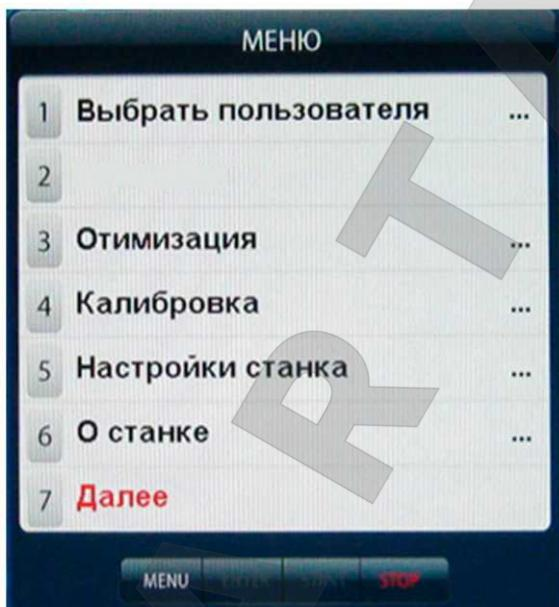
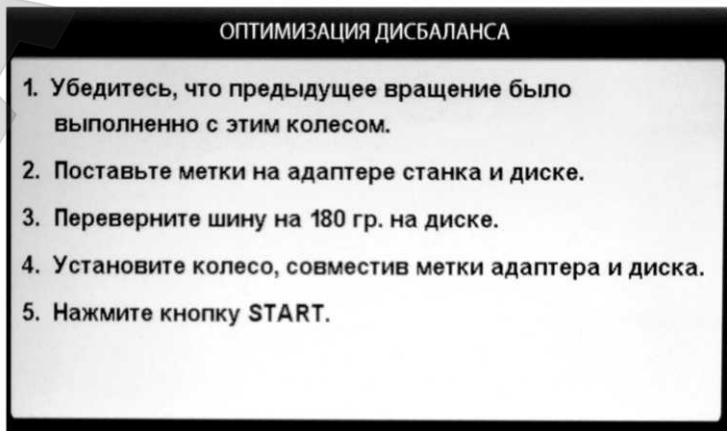
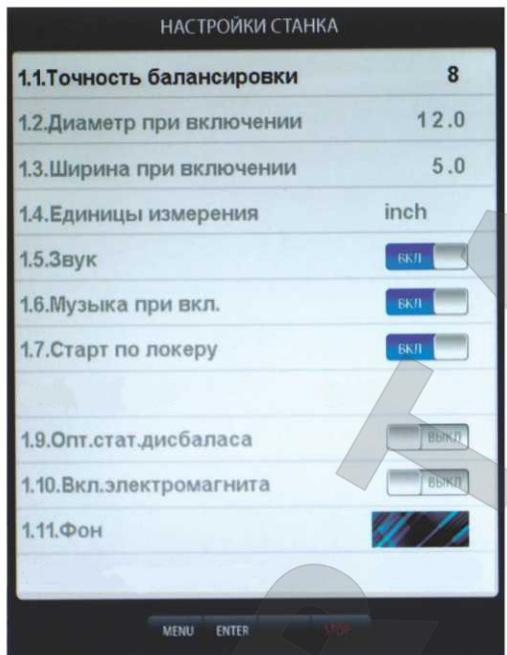

рис.15.1.
рис.15.2
рис.17.1
15.2. Для входа в программу Opt нажмите кнопку «MENU» после чего на экране монитора появится окно (рис. 15.1). Далее выбрать программу «Оптимизация», нажав кнопку 3, после чего на экране монитора появится окно (рис. 15.2). Далее выполните операции согласно указаниям в окне (рис.15.2).
16.2.1. Нажмите кнопку «MENU». На экране появится окно MENU (рис.15.1), нажмите кнопку 7 «Далее» на экране появится окно второй страницы MENU (рис.16.1). Выберите «Дополн. настройки», нажав кнопку 2, на экране откроется окно «Настройки станка» (рис.16.2). Нажмите кнопку 1 «Имена операторов» на экране откроется окно «Выбрать пользователя» со списком операторов, (рис.16.3).
Программное обеспечение СБ содержит целый ряд параметров, позволяющих максимально приспособить СБ к потребностям потребителя. Для настройки параметров нажмите кнопку «MENU» на экране монитора появится окно MENU (рис.15.1). Нажмите кнопку 5 «Настройки станка» на мониторе появится окно настроек (рис.17.1).